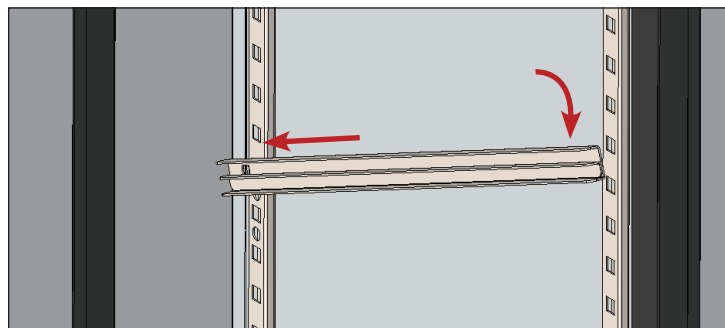

Figure 2. Positionnez la coulisse de clayette/bac.
3. Glissez les languettes dans les encoches et vérifiez le niveau. Voir Fig. 2.